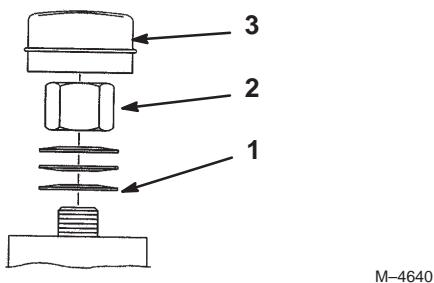

Figure 49
2. Retirez le capuchon anti-poussière de la roue et serrez le contre-écrou (Fig. 49).
3. Continuez de le serrer jusqu'à ce que les rondelles élastiques soient aplatis, puis desserrez-le de 1/4 de tour pour obtenir la précharge correcte des roulements (Fig. 49).
Important Veillez à installer les rondelles correctement, comme illustré à la Figure 49.